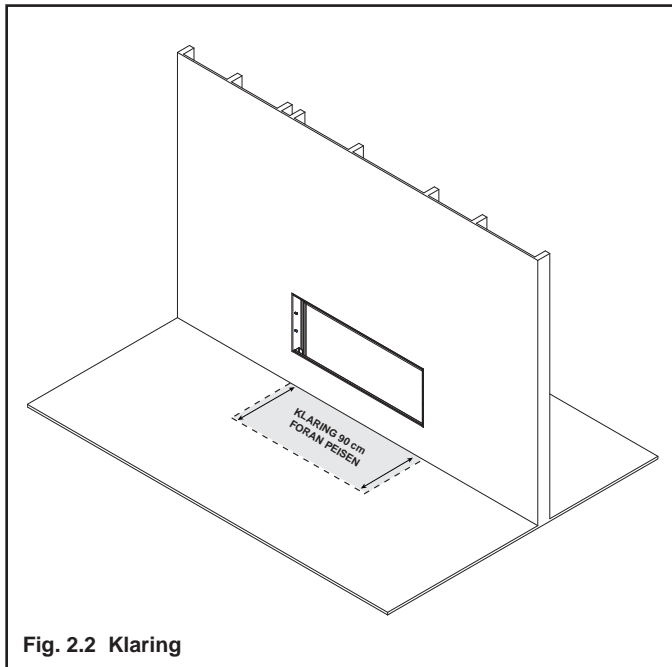

Fig. 2.2 Klaring
**ADVARSEL! IKKE plasser brennbare gjenstander foran peisen eller blokkere sjalusiåpningene.** Høye temperaturer kan forårsake påtenning. Se Fig. 2.2.